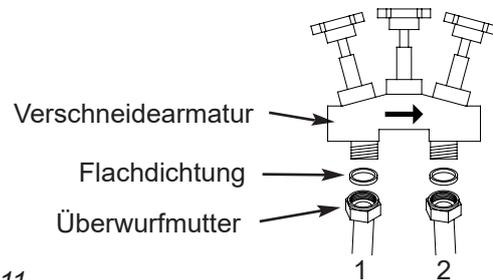

Abb. 11
4. Verbinden Sie die flexiblen Schläuche mit der Verschneidearmatur (siehe Abb. 11).